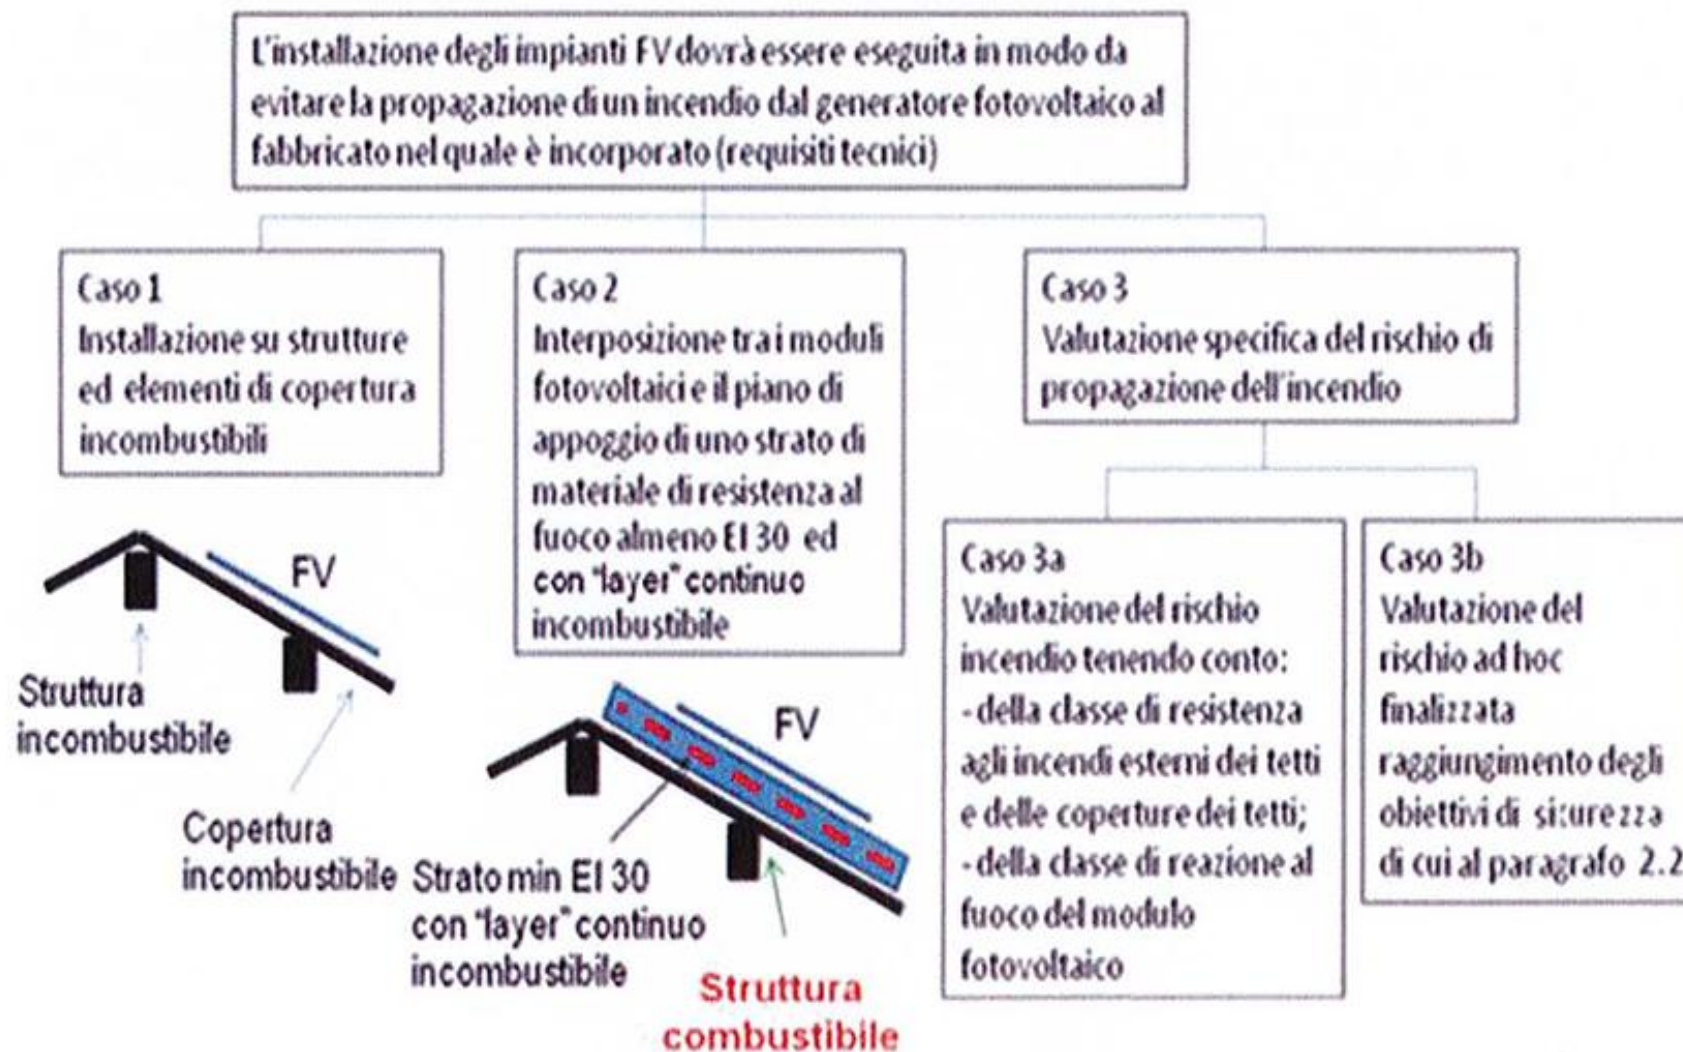

Figura 14 – Modalità di installazione di impianti BAPV
4. Risulta altresì equivalente (**caso 2** in figura 14) l'interposizione tra i pannelli fotovoltaici ed il piano di appoggio di uno strato di materiale di resistenza al fuoco almeno **EI 30 con "layer" continuo** **incombustibile di classe A1 secondo UNI EN 13501-1**, qualunque sia la classificazione del pannello fotovoltaico ai fini della reazione al fuoco. Tale strato di materiale deve essere esteso all'intera copertura oppure, qualora i pannelli fotovoltaici non occupino l'intera superficie disponibile in copertura, esteso ad un'area almeno pari a quella di installazione dei pannelli fotovoltaici, incrementata di 2 metri in ogni direzione.